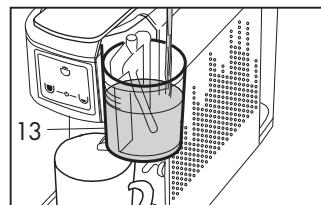

Fig. 13
- Togliere il coperchio del bicchiere latte (13) e riempire il bicchiere con il latte facendo attenzione a non superare il livello indicato (si consiglia una dose di 90 cc di latte). (**Fig. 13**)
- Chiudere il bicchiere del latte (13) con il coperchio. **Se non si chiude il bicchiere con il coperchio, la macchina non funziona.**